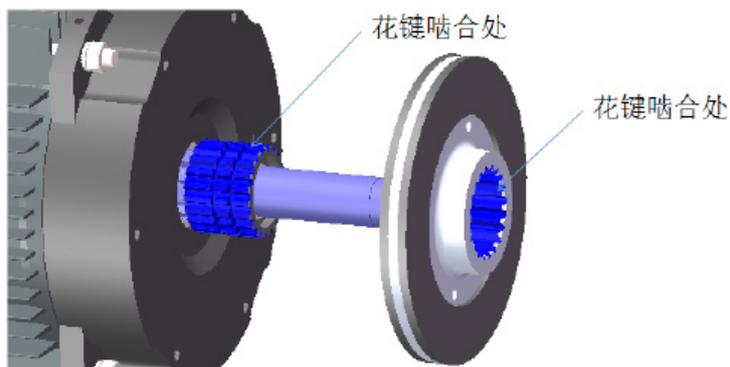

图 3.4-8 检查花键啮合情况
5. 检查花键啮合情况。必要时进行更换（如图3.4-8所示）。